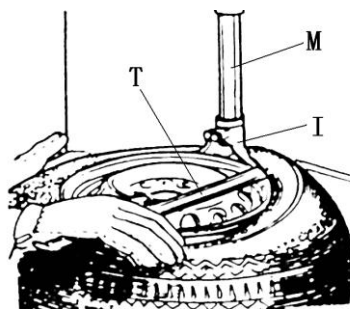

Рис. 6
Опустите вертикальную направляющую (M), чтобы монтажная головка (I) оказалась над ободом колеса. Зафиксируйте вертикальную направляющую в этом положении с помощью рукоятки блокировки (K). Монтажная головка автоматически поднимается над закраиной обода на 2-3 мм. Вставьте монтажную лопатку (T) между бортом шины и передней частью монтажной головки (I), подцепите борт шины на монтажную головку, как показано на **рис. 6**. Удерживая монтажную лопатку (T), как показано на рис.6, поверните стол по часовой стрелке нажатием на педаль (Z). Закончите операцию после полного отделения борта шины. Повторите эту операцию для другой части покрышки.